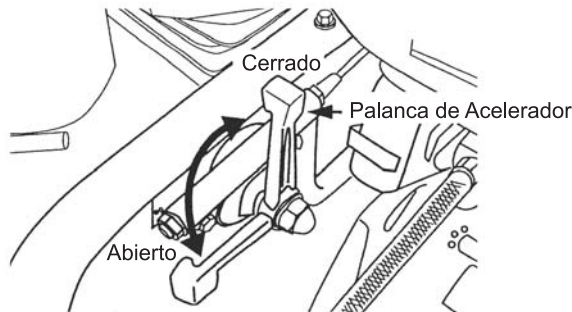

Figura 9. Palanca del Acelerador (Totalmente Abierta)
1. Para empezar la acción de apisonar, mueva la palanca del acelerador (Figura 9) rápidamente desde su posición de **BAJA** (cerrado) hasta su posición **TOTALMENTE ABIERTA**. **NO** mueva la palanca despacio ya que esto puede causar daño al embrague o al resorte.